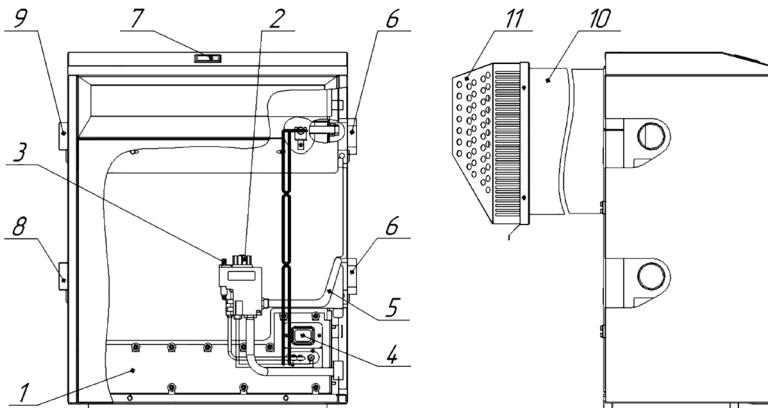

Рис. 1. Котёл «Патриот ПРО» с автоматикой 630 EUROSIT
- 5.1. Котёл представляет собой сварную конструкцию, образующую по всему периметру водяную рубашку, окаймляющую топочную камеру. В нижней части котла, в проеме топочной камеры, установлено газогорелочное устройство с органами управления. В задней части котла находится газоотводящий патрубок для удаления продуктов сгорания из топки. На задней поверхности котла расположены проушины для крепления котла к стене. На боковых стенках котла расположены патрубки для подключения отопления (см. рис. 1).